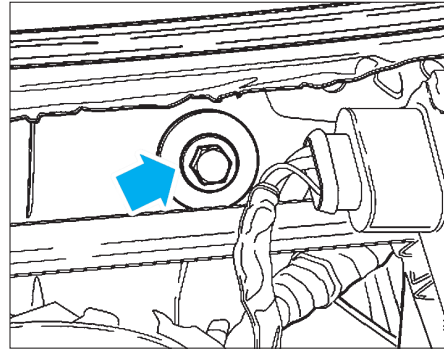

FIG. 42
- Déposer la vis du renfort du support de colonne de direction (Fig.42).